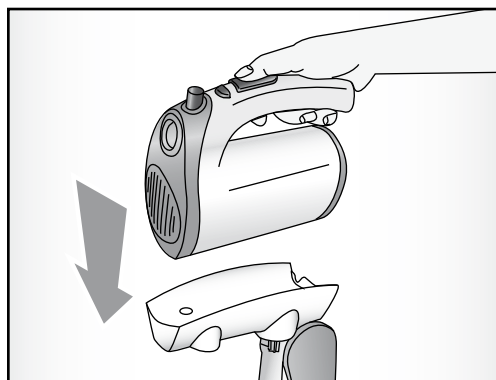

Fig. 3
- Introduire le corps moteur (F) sur le bras du support (B) avec les broches arrière du corps moteur en correspondance des petites ouvertures qui se trouvent sur le support, et le faire glisser légèrement en avant jusqu'au dé clic d'accrochage (Fig. 3).
- Das Motorgehäuse (F) so auf den Arm der Aufnahme (B) aufsetzen, dass die Stifte an der Rückseite des Motorgehäuses in die Langlöcher der Aufnahme eingreifen und dann leicht nach vorn schieben, bis das Einrasten zu hören ist (Abb. 3).